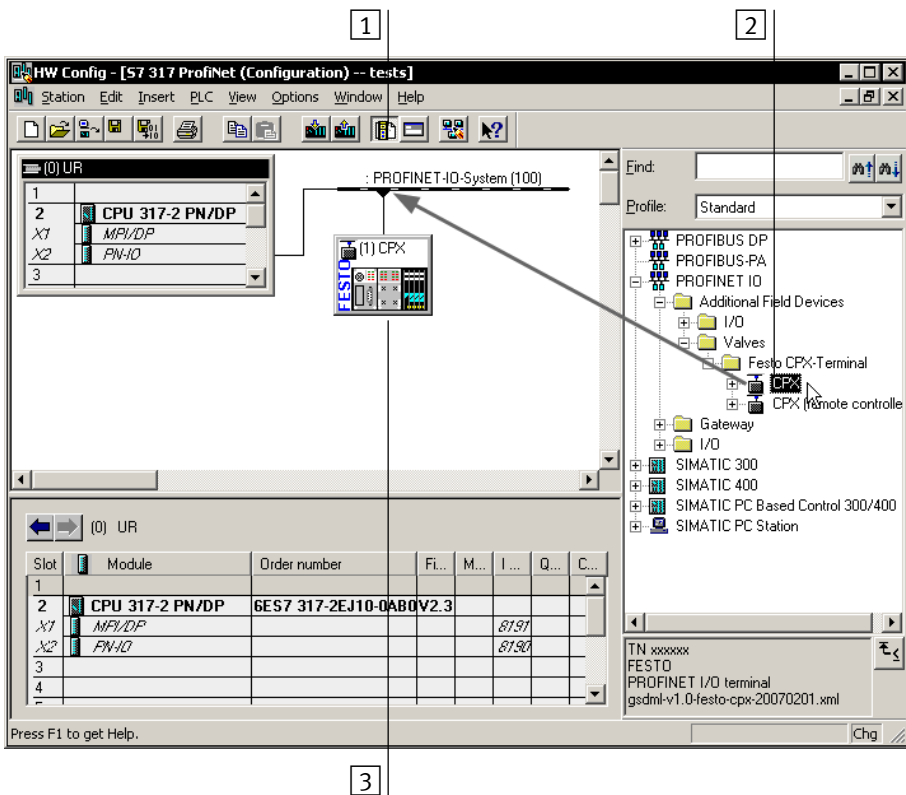

Bild 2/2: Stationsval med Siemens STEP 7 – HW Config
2. Om maskinvarukatalogen inte har öppnats: Klicka på katalogsymbolen (1) i Bild 2/2) eller använd knappkombinationen [Strg] + [K].